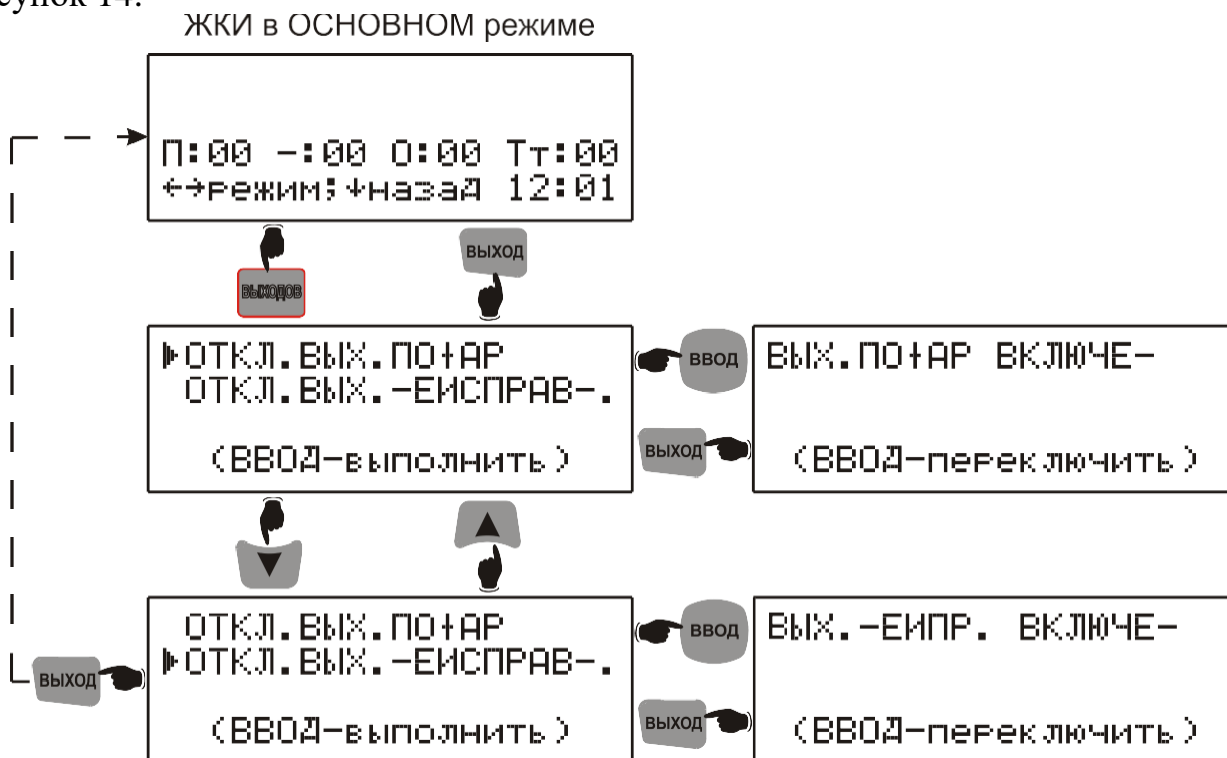

Рисунок 14 - Меню прибора «ОТКЛЮЧЕНИЕ ВЫХОДОВ».
6.4.1. Отключение и включение Выхода ПОЖАР и выхода НЕИСПРАВНОСТЬ производится в отдельном меню прибора «ОТКЛЮЧЕНИЕ ВЫХОДОВ», вызываемого нажатием кнопки «ВКЛЮЧЕНИ/ОТКЛЮЧЕНИЕ ВЫХОДОВ», см. рисунок 14.